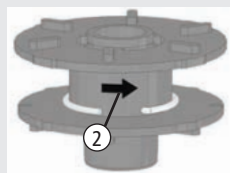

Fig. 11
Enrole o fio no sentido indicado pela seta do carretel (2), [Fig. 11] o mais uniforme possível, obedecendo a metragem máxima recomendada de 8 metros.